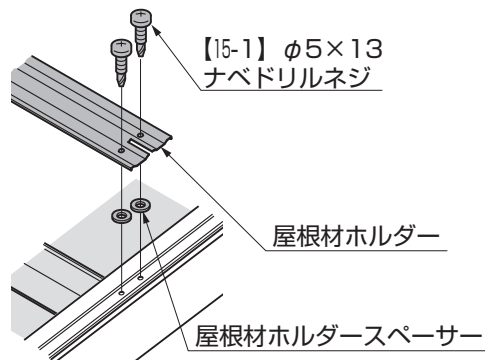
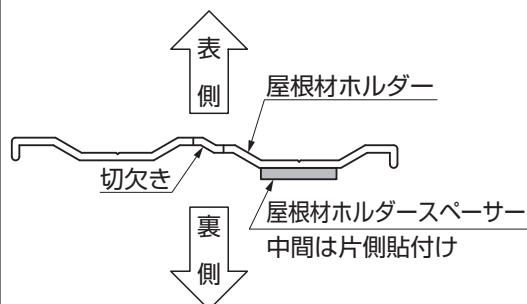

図5-10
図5-11 屋根材ホルダー断面図
①屋根材ホルダーの裏側に屋根材ホルダースパースャーを貼付けて【15-1】で取付けてください。(図5-10参照)
- 屋根材ホルダーは、表裏の向きに注意してください。(図5-11参照)
- 取付け前に屋根材ホルダー下面に屋根材ホルダースパースャーを貼付けてください。(端部:図5-10、中間:図5-11参照)